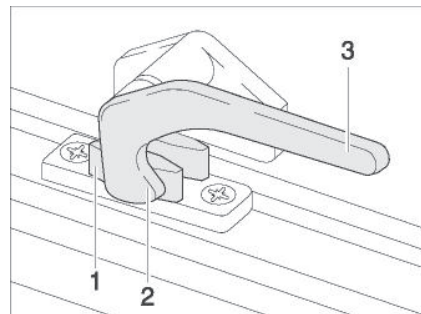

Bild 7 Verriegelungshebel in Stellung "geschlossen" (Abb. ähnlich)
- Den Verriegelungshebel (Bild 7,3) eine viertel Umdrehung zur Fenstermitte hin drehen.
- Den Verriegelungshebel (Bild 7,3) eine viertel Umdrehung zum Fensterrahmen hin drehen. Die Verriegelungsnase (Bild 7,2) liegt auf der Innenseite der Fensterverriegelung (Bild 7,1).
- Den Verriegelungshebel wieder zurückdrehen. Die Verriegelungsnase (Bild 7,2) dabei in die Aussparung der Fensterverriegelung (Bild 7,1) einfahren.